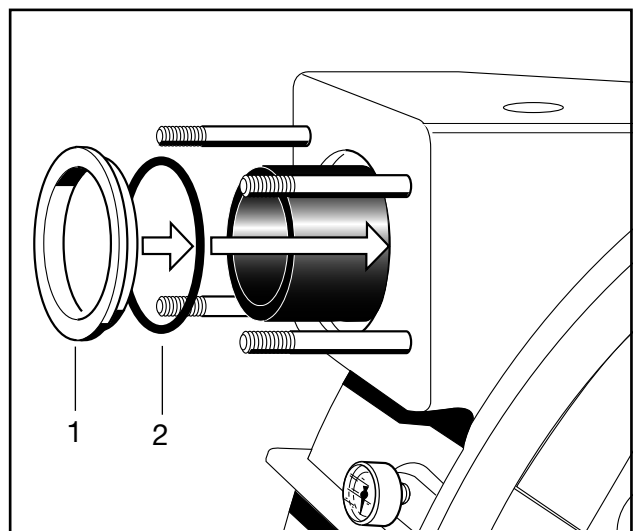

Abb. 22 Montage des Stufenrings
5. Zuerst den Anschlussstutzen an der Druckseite komplett montieren. Mit dem Einbau des neuen O-Ringes (Pos. 2, Abb. 22) gefolgt vom Stufenring (Pos. 1, Abb. 22) beginnen.